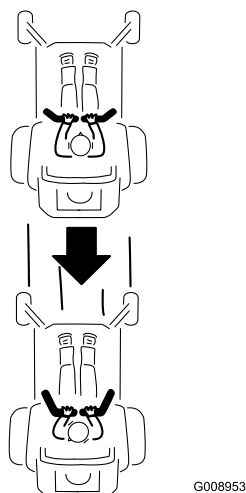

Figura 19
2. Para ir hacia atrás, mire hacia atrás y hacia abajo, y tire hacia atrás lentamente de las palancas de control de movimiento (Figura 19).
Para ir en línea recta, aplique la misma presión a ambas palancas de control de movimiento (Figura 19).